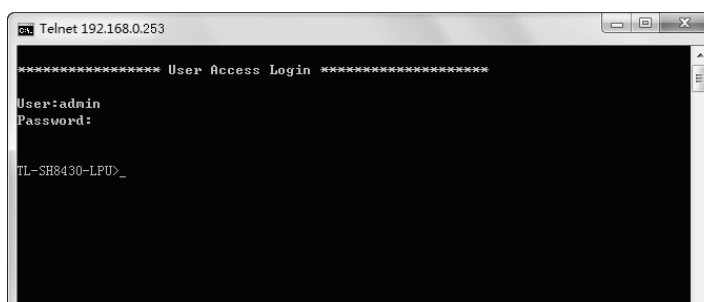

图5-9 登录交换机
3. 输入登录的用户名和密码（默认值均为“admin”），回车即可登录，如图5-9所示；